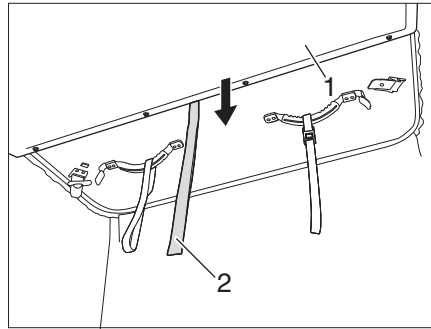

Figura 46 Tirar de la superficie de reposo hacia abajo
- Tirar la superficie de reposo (Figura 46,1) de la correa (Figura 46,2) hacia abajo.
- ▷ Antes de cerrar el techo elevable, tirar de la superficie de reposo (Figura 46,1) hacia abajo. **No** tirar de la superficie de reposo y del techo elevable al mismo tiempo hacia abajo.